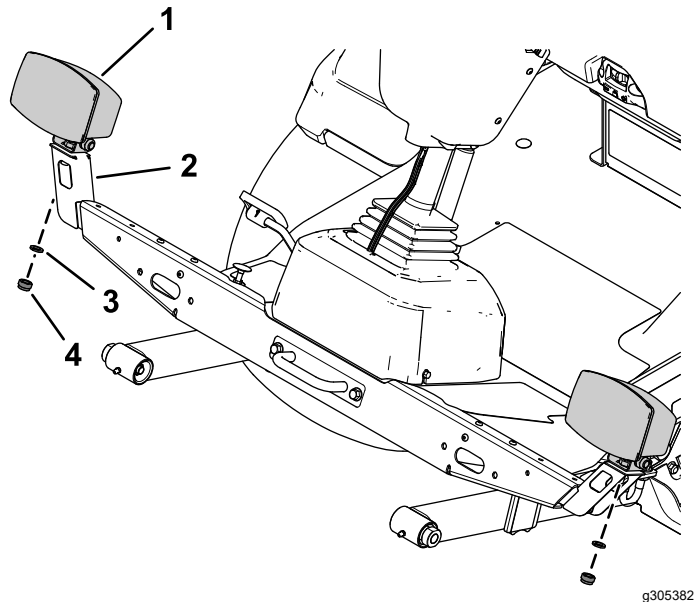

Bild 20
4. Befestigen Sie die linke und rechte Scheinwerferbaugruppe mit der an den Scheinwerferbaugruppen angebrachten Sicherungsscheibe und Sechskantmutter an der linken und rechten Scheinwerferhalterung (Bild 20).